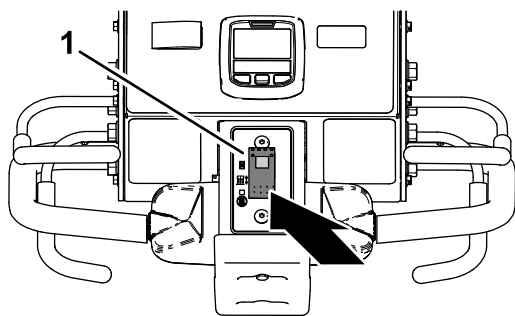

Figura 93
1. Pulse la parte inferior del interruptor de control de descenso (Figura 93) hasta la posición de DESCENSO INMEDIATO.